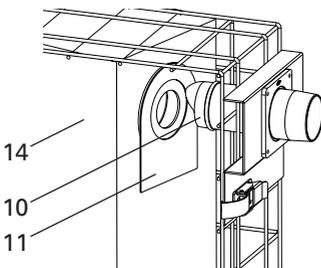

Fig . 14
- Retirez le joint 11 du sac filtrant 16 de la tubulure de filtre 10 (Fig. 14).
- Insérez un sac filtrant neuf 16 et poussez le joint 11 sur la tubulure de filtre 10 (Fig. 14).